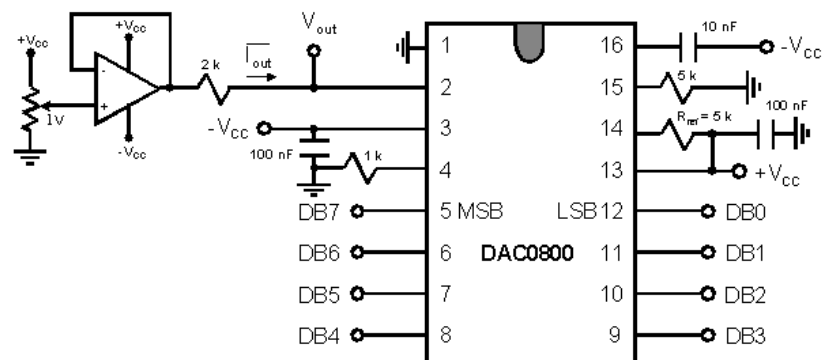

Figura 6. Montaje del DAC.
Llevamos a cabo el diseño, montaje y prueba del DAC como subsistema independiente de acuerdo al esquema mostrado en la Figura 6.
**CUESTIÓN 5.** Monte el circuito de la Figura 6 con los datos de los componentes indicados en el diseño explicado anteriormente. Introduzca en las entradas digitales del conversor los valores indicados en la tabla y compruebe que los valores de la tensión de salida se corresponden con los valores esperados calculados de forma teórica.